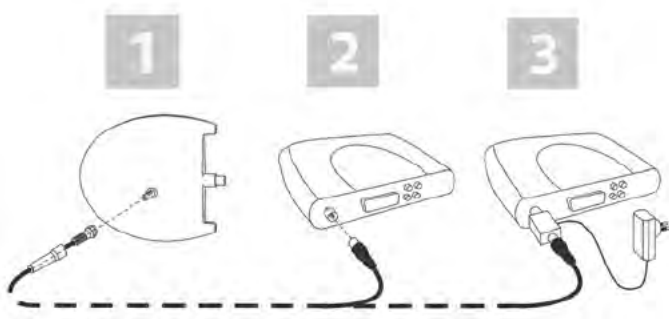

Bild 6: Antenne anschließen
1. Schrauben Sie den F-Stecker des Anschlusskabels auf die F-Buchse am Antennengehäuse und schieben Sie die Gummitülle über die Schraubverbindung (siehe Position [1], Bild 6).
2. Wenn die Antenne vom Receiver mit Strom versorgt werden kann, stecken Sie den Winkelstecker des Anschlusskabels direkt in die am Receiver dafür vorgesehene Buchse (siehe Position [2], Bild 6). Schauen Sie in der Betriebsanleitung Ihres Receivers nach, ob eine Stromversorgung der Antenne möglich ist und um welche Buchse es sich handelt. Denken Sie daran, die Stromversorgung für die Antenne in der Bediensoftware Ihres Receivers zu aktivieren.
3. Wenn keine Stromversorgung über den Receiver möglich ist kann die Antenne optional über die Stromspeiseweiche SSW 11 betrieben werden. Stecken Sie zunächst den Stecker der Stromspeiseweiche in die Antennenbuchse des Receivers und stecken sie dann den Winkelstecker des Antennenkabels in die Buchse der Stromspeiseweiche (siehe Position [3], Bild 6).